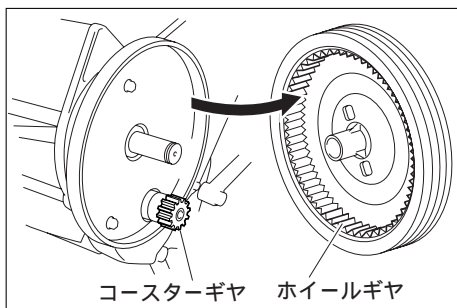

図26
1. ホイールギヤとコースターギヤの歯をきれいに掃除し、グリスを塗ってください。(図26)